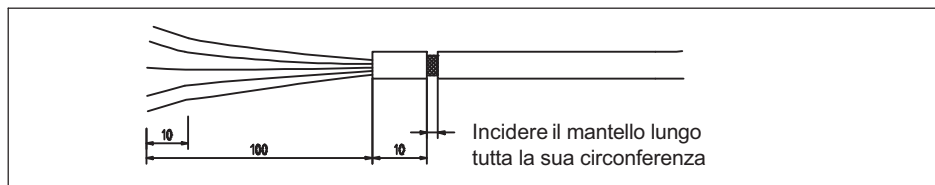

Fig. 4.2 Mantello del cavo inciso
1. Accedere allo schermo incidendo il mantello del cavo (vedere Fig. 4.2).